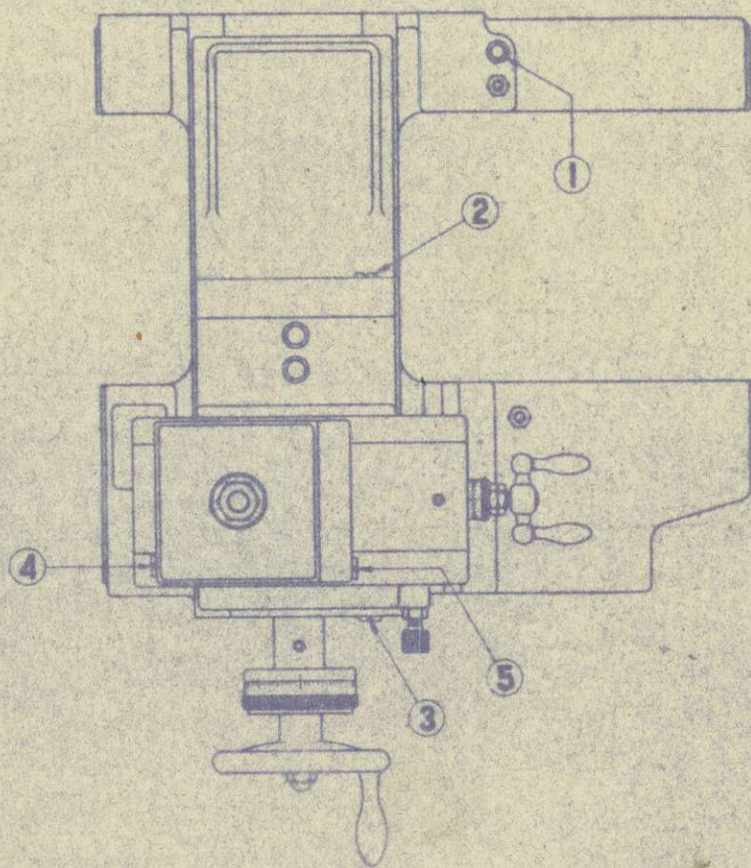

Fig. 15.
c) **BLOCAGE DU CHARIOT DU BANC.** — A l'aide de la vis « 1 » (voir Fig. 15).
d) **RÉGLAGE DES LARDONS DES CHARIOTS.** — Les lardons étant en forme de coins il suffit de faire varier leurs positions au moyen des vis « 2 » et « 3 » (chariot transversal), « 4 » et « 5 » (chariot porte-outil) dans un sens ou dans l'autre, pour obtenir un jeu déterminé entre le chariot et les glissières (Fig. 15).